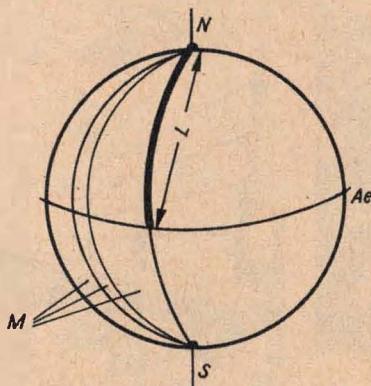

Abb. 1 Definition des Meters aus dem Viertel eines Erdmeridians. N Nordpol, S Südpol, M Meridiane, Ae Äquator, L Länge des Viertelkreises.
letzteren für das spätere metrische System dadurch wichtig wurden, daß man bei ihnen ein Längenmaß, die Toise*) von Peru beziehungsweise die Toise des Nordens benutzte, mit der man die grundlegenden Messungen für das Meter ausführte. Im Jahre 1790 hatte der französische Bischof und Staatsmann Talleyrand der französischen Nationalversammlung den Vorschlag unterbreitet, ein Maßsystem zu schaffen, das auf einem einheitlichen, immer wieder zu reproduzierenden Naturmaß beruhen sollte. Eine Kommission der französischen Akademie der Wissenschaften hatte den zehnmillionsten Teil der Länge des Viertelkreises des Erdmeridians (Abb. 1) als Naturmaß der Länge vorgeschlagen. Es wurden Messungen der Erde auf der Strecke Dünkirchen—Paris—Barcelona in den Jahren 1791 ... 1798 ausgeführt. Das Ergebnis der auf den Erdmeridian übertragenen Berechnungen war das Meter. Es wurde seinerzeit durch zwei Endmaßstäbe aus Platin verkörpert, die einen Querschnitt von 25 mm $\times$ 4,05 mm hatten. Bei der Temperatur 0 °C hatten sie die Länge 1 m. Dieses Meter war so lange ein Naturmaß, wie es den
Die Moleküle einer Flüssigkeit befinden sich in ständiger Bewegung, teils wandernd, teils schwingend. Eine Temperaturerhöhung bedeutet nichts anderes als Vergrößerung der Bewegung. Dabei benötigen die Moleküle auch mehr Platz, womit sich die Volumenzunahme bei Erwärmung erklärt. Wassermoleküle (H_2O) haben eine gewinkelte Struktur, was in Abb. 1 grob schematisch dargestellt ist. Die beiden Wasserstoffatome (H) sind unter einem bestimmten Winkel mit dem Sauerstoffatom (O) verbunden. Mit steigender Temperatur nehmen die Zusammenstöße zwischen Molekülen nach Zahl und Stärke zu. Dadurch können die Moleküle in der Weise beeinflusst werden, daß eine weniger sperrige Packung zustande kommt. So läßt sich die anomale Volumenabnahme bei Erwärmung als Folge einer Strukturumwandlung erklären. Ist die Umpackung beendet, so dehnt sich bei weiter steigender Temperatur die Flüssigkeit wieder normal aus. Wassermoleküle lagern sich zu größeren „Molekülaggregaten“ zusammen. Man nennt diese Eigenschaft „Assoziation“. In der Nähe des Schmelzpunktes (0 °C) herrscht eine Modifikation (Abwandlung) mit ziemlich großen Abständen zwischen den Molekülen vor. Bei Erwärmung findet ein Übergang in eine Modifikation mit kleineren Molekülabständen statt, womit sich das Zusammenziehen des Wassers bei Erwärmung von 0 °C auf + 4 °C erklärt. Oberhalb 4 °C ist die in der Nähe des Schmelzpunktes vorherrschende Modifikation im wesentlichen verschwunden, so daß sich nun bei weiterer Erwärmung das Wasser wieder normal ausdehnt.